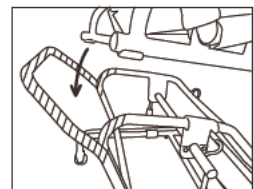

図9
3. 座部をゆっくりと下ろします。(図9)(斜線部を目安に座部後方を合わせてください。)